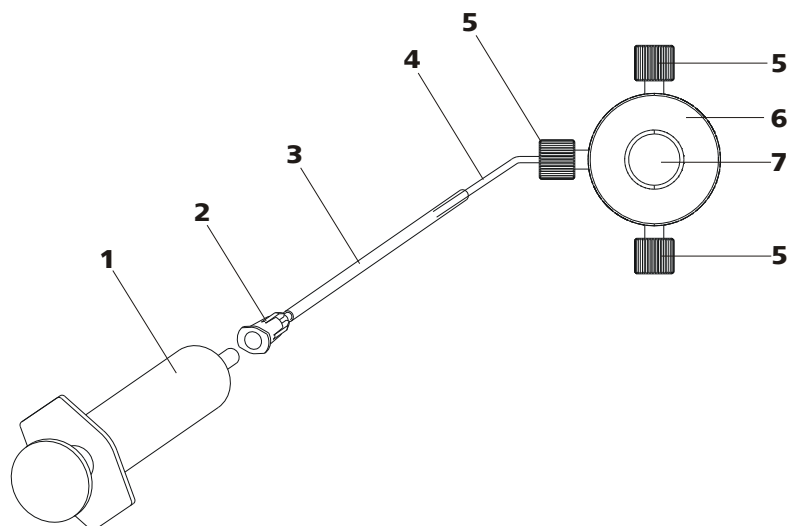

Figure 15 Purger la pompe haute pression
Purger la pompe haute pression de la manière suivante (voir Figure 15, page 34) :
- Insérer la seringue (15-1) dans le connecteur Luer (15-2) de la canule de purge (voir Figure 15, page 34).